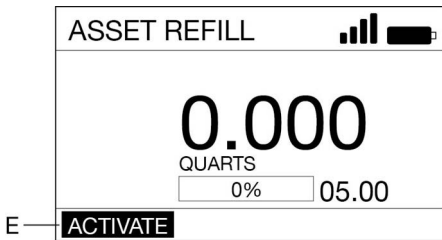

Fig. 29
- Pulse el botón INTRO para seleccionar ACTIVATE (E) (Fig. 29).